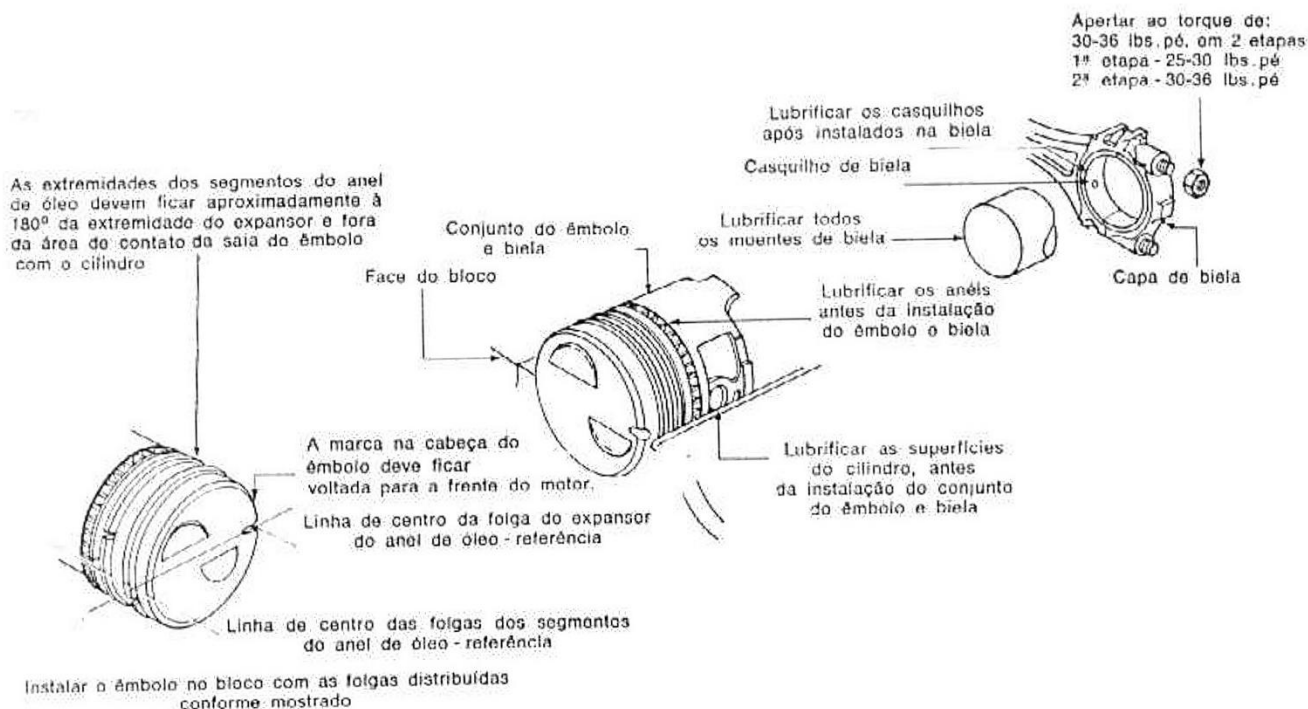

fig. 39 — instalação dos êmbolos, anéis e bielas
As informações necessárias sobre a instalação dos êmbolos e bielas são fornecidas na fig. 39.
3. Verificar a posição dos anéis e o espaçamento das aberturas dos mesmos no êmbolo conforme indicado na fig. 39.